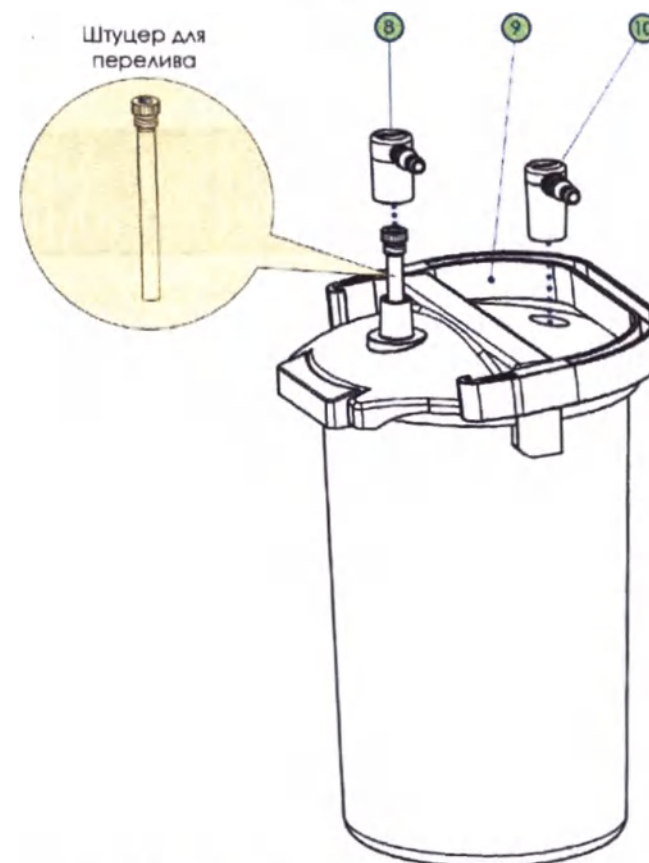

Рисунок 3. Установка штуцера для перелива.
– снимите с крышки банки штуцеры ⑧ и ⑩;
– вывинтите штуцер для перелива (если он присутствует, см. рисунок 3);
– переведите ручку крышки емкости ⑨ в горизонтальное положение и снимите крышку ⑪ с отстойника емкости ①;
– нажмите на поверхность ⑥ лапки фиксатора и потянув вниз за держатель емкости ② снимите его с отстойника емкости ①;
– снимите с посадочного места клапана перелива ⑬ шайбу фиксации клапана перелива и извлеките поплавки емкости предохранительного клапана, в случае если он установлен (на рисунках не показан).